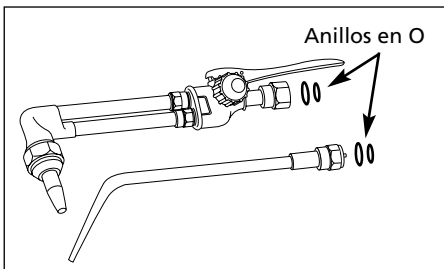

Figura 7 - Chequee los anillos en O
3. Seleccione una boquilla del tipo y tamaño adecuados (Vea Tabla 1). Inspeccione la boquilla o accesorio para cortar para ver si le faltan los anillos en O. Conecte la boquilla o accesorio al mango del soplete y apriete con la mano la conexión con el anillo en O (vea la figura 7).